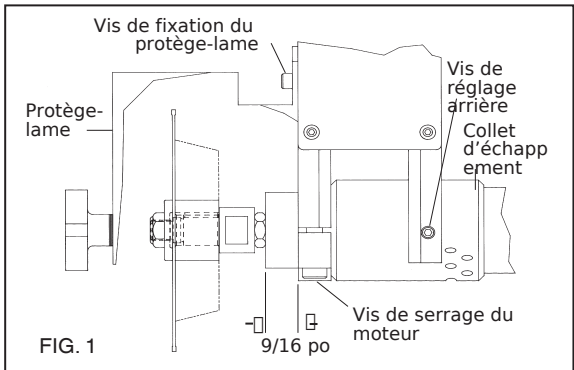

FIG. 1
B. Installation des couteaux biseautés (Fig. 1) en option
1. Vérifiez que le moteur est bien serré en serrant les vis de serrage (2) sur la partie inférieure de l'appareil. (Fig. 1)
2. Faites tourner le collet d'échappement jusqu'à ce que les orifices soient orientés vers le bas. Placez les vis de réglage arrière (2) de telle sorte qu'ils touchent légèrement le collet d'échappement. Serrer la vis de réglage arrière endommagera le moteur et pliera le support de moteur.
3. Retirez le protège-lame en desserrant 2 vis en haut du protège-lame. (Fig.1)